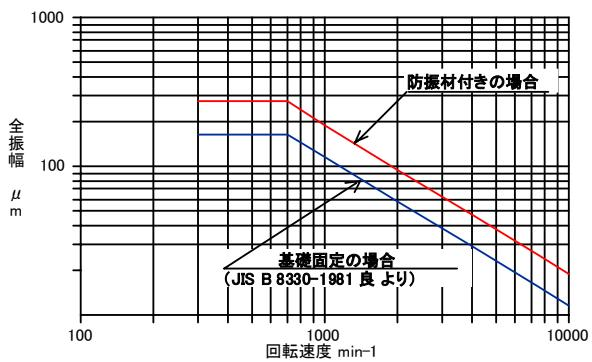

図 11 振動状態の参考判定基準
- (2) 軸受許容温度は、一般的には室温+40°C以下かつ80°C以下です。温度が軸受許容温度を超えている場合は、運転を停止してご点検ください。
- (3) 軸受箱の音や振動は、運転開始数日後の状態を基準として、判断してください。
- (4) ファンが正常で、据付、ダクト配管工事が正しく施工されている場合の振動の基準値を図11に示します。